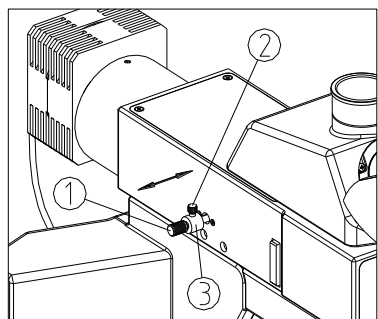

图 34
斜照明可通过拉杆①来切换，当拉杆推到最里面时，系统处于斜照明观察状态，反之系统则处于正常反射照明观察状态。（如图 34）